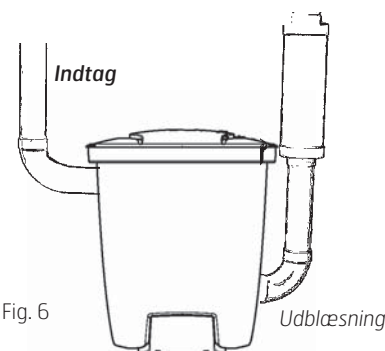

Fig. 6
5. Monter proppen på det udtag, hvor sugerørsfatningen tidligere sad. Skru den fast ved hjælp af de fire skrue. Udblæsningsrøret skal strammes godt til på væggen for at sikre, at det ikke kommer til at sidde løst på fatningen. Husk, at du skal kunne dreje det bøjeede rør i forskellige retninger for at sikre et ordentligt rørføring. Tilslut derefter udblæsningsrøret og lyd-dæmperen, fig. 6. Monter centralstøvsugeren, så udblæsningsrøret er så kort som muligt, maks. 5 meter. Tag hensyn til dine omgivelser i forbindelse med placering af udblæsningen. Derfor bør du altid montere en lyd-dæmper.